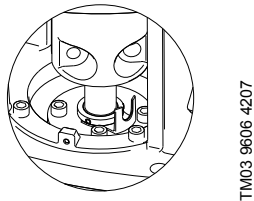

Рис. 2 Применение регулировочной вилки
2. Зафиксировать положение уплотнения (поз. 105/105а) на валу (поз. 51) , для чего установить регулировочную вилку (поз. Н) между оправкой для уплотнения и держателем. Смотри рис. 2.